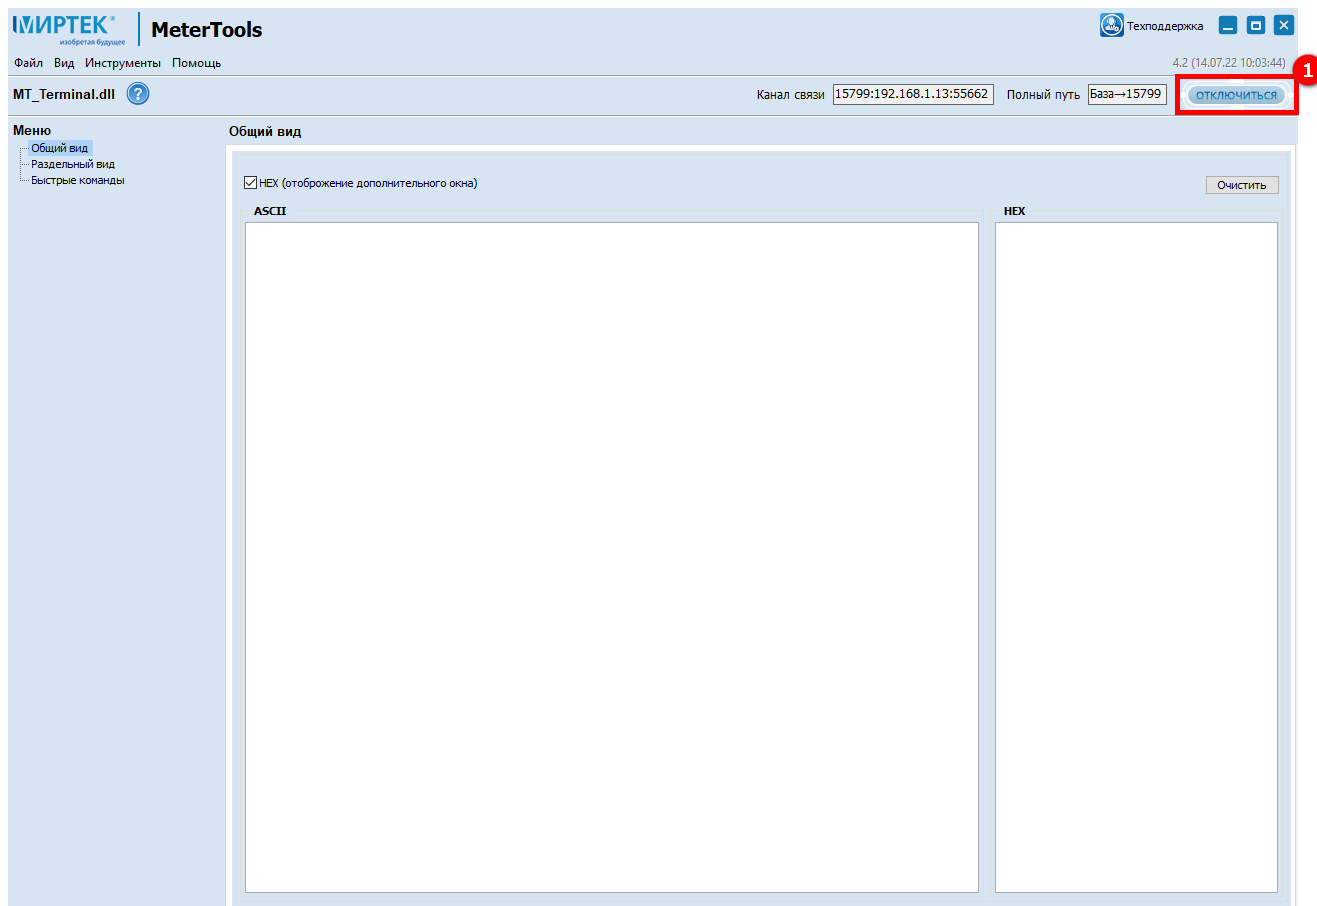

Рисунок 44 – Завершение работы с прикладной программой
Для завершения работы с прикладной библиотекой необходимо после завершения выполнения поставленных задач нажать кнопку **Отключиться** (1) (см. рисунок 44), расположенную в правом верхнем углу окна программы. После закрытия окна библиотеки можно выполнить подключение к другой прикладной библиотеке или к устройству.